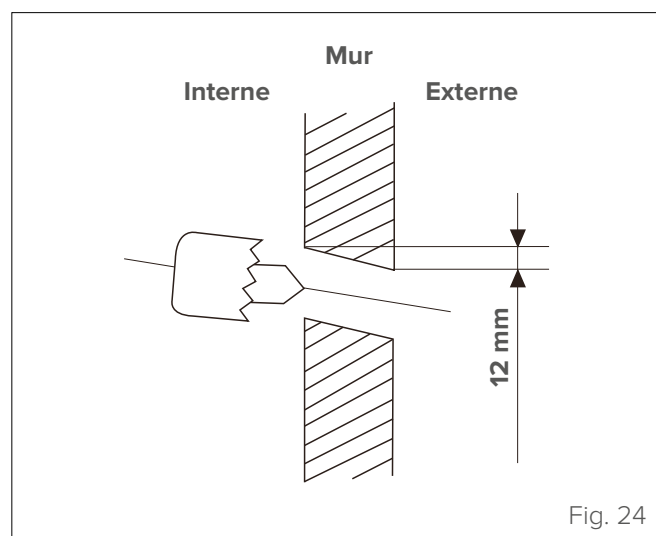

Fig. 24
- 1 Déterminer la position du trou dans le mur en fonction de la position de l'unité externe. Le trou dans le mur doit avoir un diamètre minimum de 65 mm et une légère inclinaison vers le bas pour faciliter le drainage (voir « Fig. 24 »).